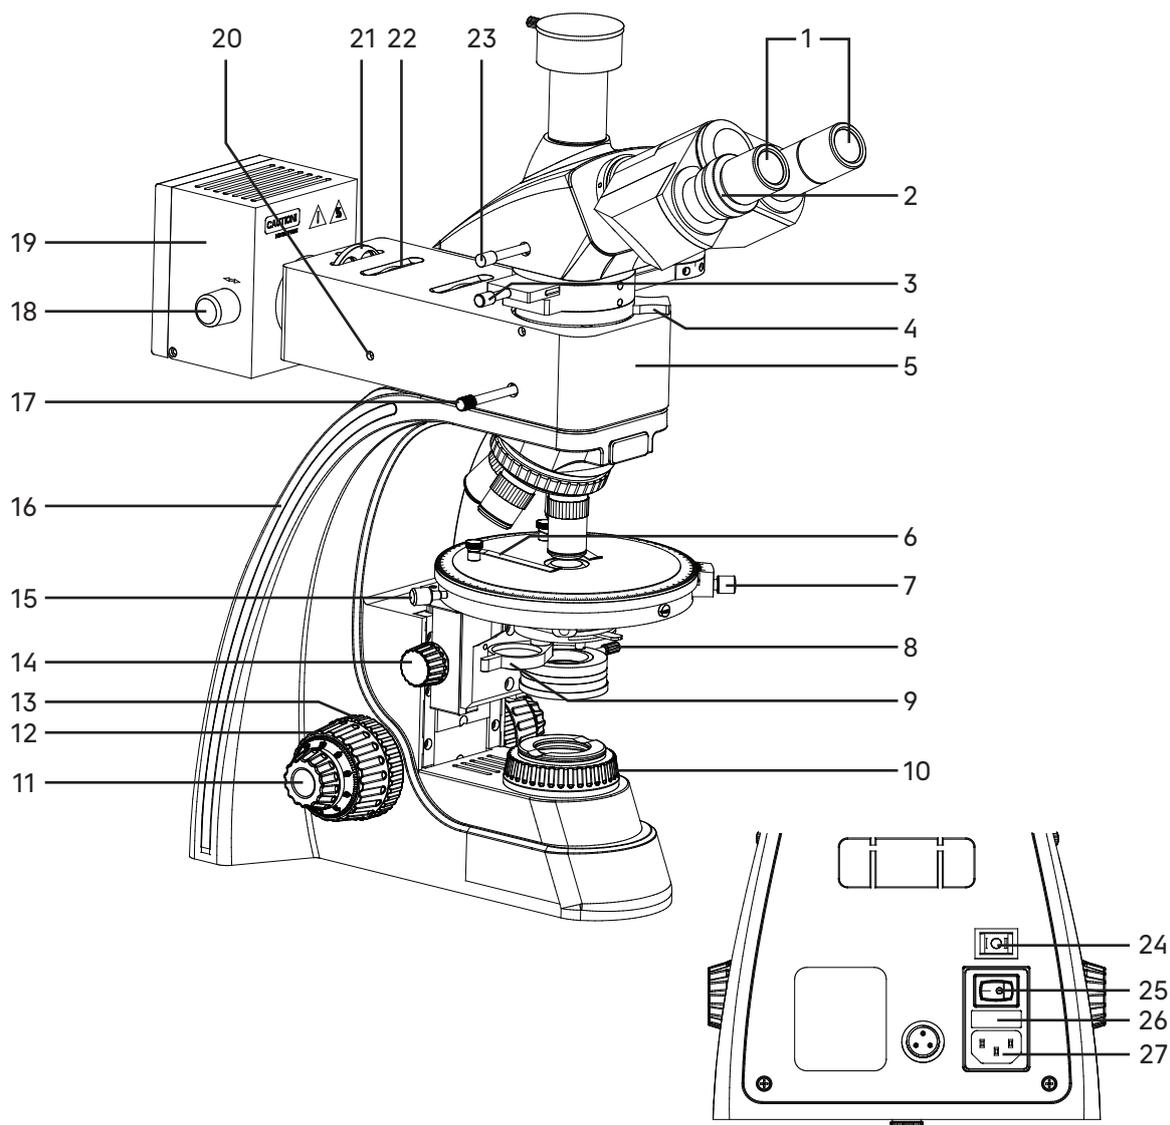
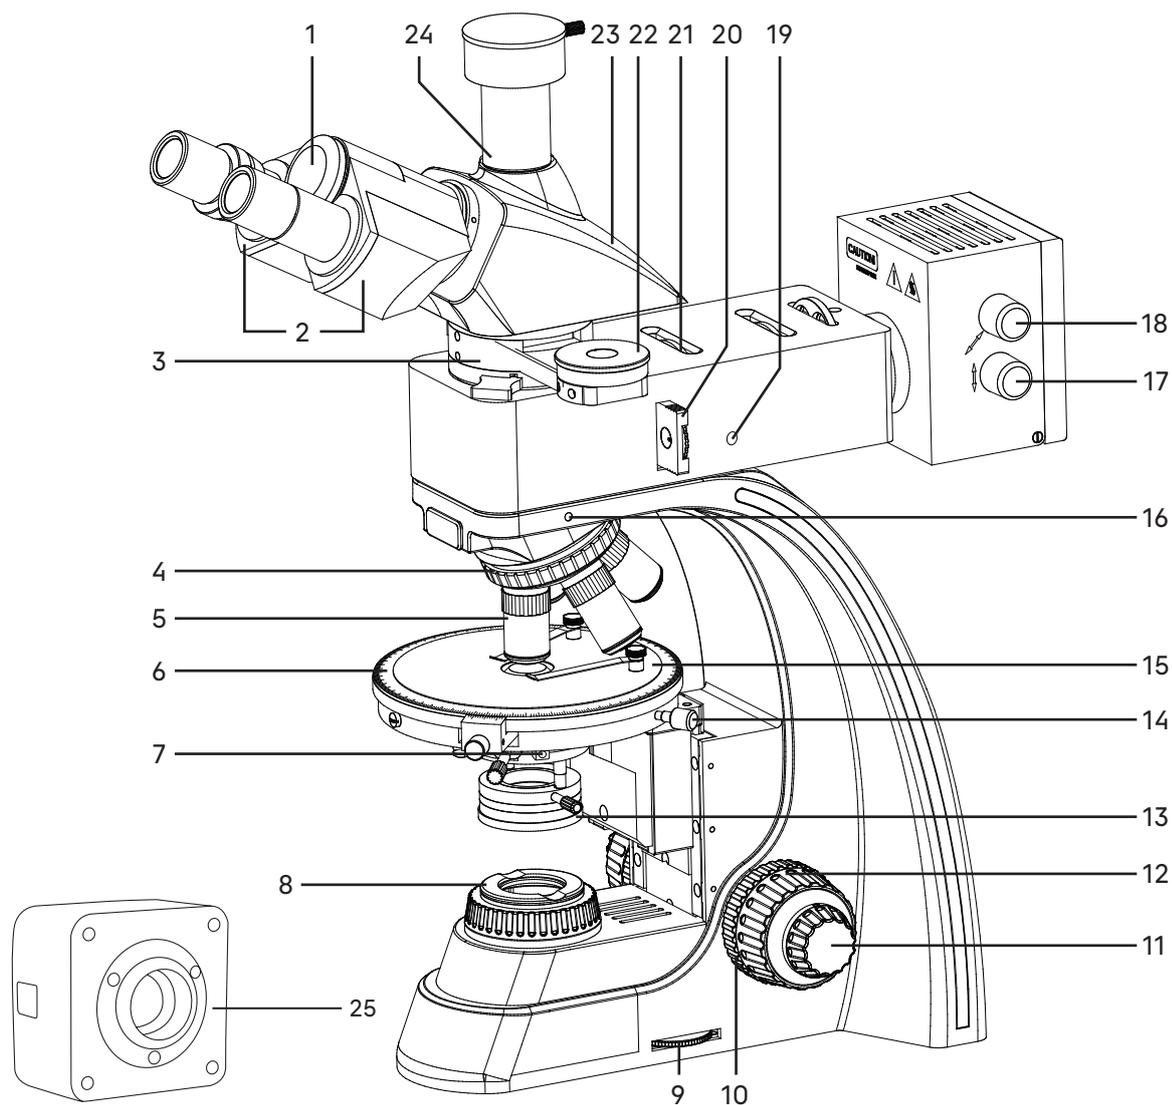

Рис. 1. Микроскоп MAGUS Pol D850. Вид слева
Рис. 2. Микроскоп MAGUS Pol D850. Вид справа
Общий вид микроскопа представлен на рис. 1 и 2.
Штатив 16 (рис. 1) имеет устойчивую эргономичную конструкцию.
- револьвер 4 (рис.2) с объективами 5 (рис. 2);
- предметный столик 15 (рис. 2);
- кронштейн конденсора (не показан на рис. 1 и 2);
- коллектор в оправе 10 (рис. 1).
На задней стенке штатива расположены выключатель питания 25 (рис. 1), переключатель осветителя проходящего/отраженного света 24 (рис. 1), держатель предохранителя 26 (рис. 1) и разъем для сетевого шнура 27 (рис. 1), посредством которого микроскоп подключается к сети переменного тока.
На правой стенке штатива расположен диск регулировки яркости 9 (рис. 2).
Фокусировка на объект осуществляется перемещением по высоте предметного столика. Грубая фокусировка производится вращением коаксиальных рукояток 12 (рис. 1, 2), расположенных по обеим сторонам штатива.
Тонкая фокусировка производится вращением рукояток 11 (рис. 1, 2), расположенных по обеим сторонам штатива. Тонкая фокусировка требуется для более точного фокусирования на объект и для подфокусировки микроскопа на резкость изображения при смене объективов и препаратов. Цена деления тонкой фокусировки – 2 мкм.
Механизм регулировки жесткости хода грубой фокусировки 10 (рис. 2) – кольцо между штативом и рукояткой грубой фокусировки с правой стороны. С помощью кольца регулируется жесткость хода грубой фокусировки так, чтобы жесткость была комфортной для пользователя, но при этом револьвер с объективами не опускался самопроизвольно во время работы.
Механизм блокировки грубой фокусировки 13 (рис. 1) расположен с левой стороны. После завершения грубой фокусировки рекомендуется перевести рычаг в крайнее положение в направлении по часовой стрелке. Таким образом закрепится положение грубой фокусировки для быстрой рефокусировки после смены препарата.
Тринокулярная визуальная насадка 23 (рис. 2) обеспечивает визуальное наблюдение изображения объекта. Визуальная насадка устанавливается в гнездо промежуточной насадки.
Изменение межзрачкового расстояния в насадке осуществляется разворотом окулярных тубусов в пределах 48–75 мм. Значение расстояния, установленного в соответствии с глазной базой наблюдателя, отсчитывается по шкале на насадке 1 (рис. 2).
В вертикальный тубус 24 (рис. 2) корпуса визуальной насадки (канал визуализации) с помощью переходника C-mount устанавливается система визуализации с монитором. Переключение светового потока на вертикальный тубус производится рукояткой 23 (рис. 1). Рукоятка имеет два положения: 100/0 и 0/100.
В комплект микроскопа входят окуляры 1 (рис. 1) и окуляр с перекрестьем. Окуляры имеют высокое положение выходного зрачка и предназначены для работы как в очках, так и без них.
Револьверное устройство 4 (рис. 2) обеспечивает установку пяти объективов. Свободное отверстие служит для настройки положения лампы осветителя отраженного света и установки дополнительного объектива. Смена объективов производится вращением револьверного устройства за рифленую поверхность до фиксированного положения.
На корпусе осветителя находится рычаг переключения поляризации проходящего и отраженного света 17 (рис. 1). В положении «R» просмотр осуществляется в отраженном свете, в положении «Т» – в проходящем свете.
Апертурная и полевая диафрагмы осветительного устройства микроскопа, объединенные в оптическую систему, предназначены для улучшения качества изображения объекта. Настройки диафрагм должны основываться на оптических характеристиках объектива и требуемой контрастности. Апертурную и полевую диафрагмы не следует рассматривать как устройство регулировки яркости изображения. Регулировка яркости должна осуществляться посредством регулировки интенсивности освещения – при помощи рукоятки регулировки яркости галогенной лампы 9 (рис. 2).